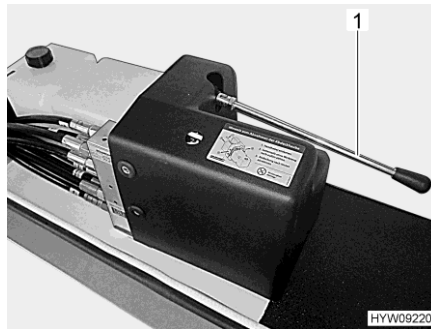

Bild 44 Spak (nödmanövrering)
- För in stödbenet med handpumpen. Pumpa sedan med spaken (Bild 44,1), tills stödbenet är infört.